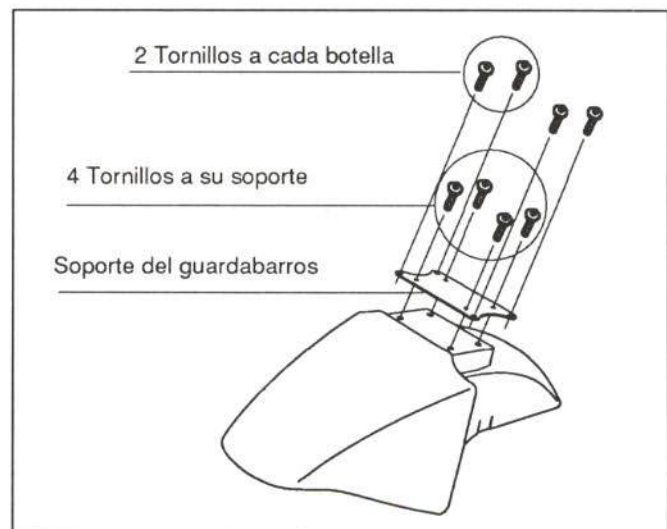

Figura 18.- Unión del guardabarros delantero
En la figura 18 se detalla la forma de unión de esta pieza.
- Guardabarros delantero (figura 18)